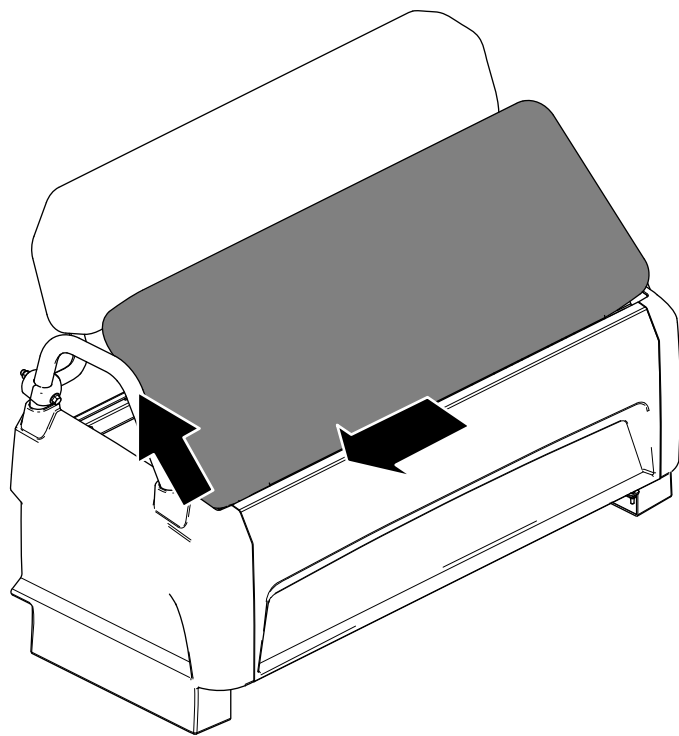

Bild 24
- Schieben Sie das Kissen zur Seite aus den Stiften und heben Sie das Kissen an (Bild 24).